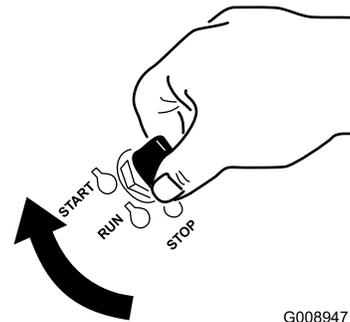

Figura 9
1. Gire la llave de contacto a la posición de ARRANQUE (Figura 9).